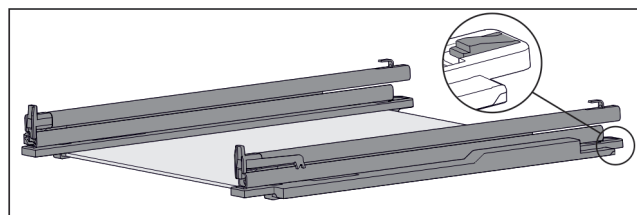

Fig. 128 Skleněná deska s kolejničkami a přídržnými díly
- ▶ Přídržný díl vzadu stlačte dolů (viz Fig. 128) a současně zasuněte kolejničku dozadu.